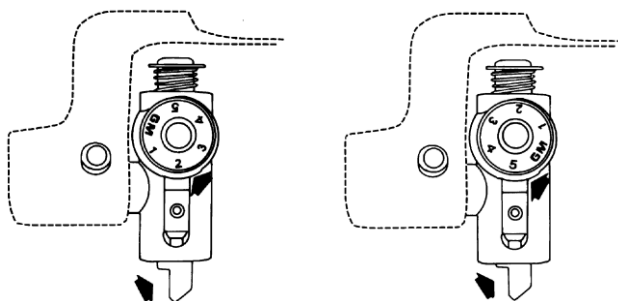

Рис. 14.2. Переключатель глубины выреза (С разрешения компании Ilco Unican Corp.)
В станке с дешифратором глубину задает переключатель глубины (рис. 14.2). Когда он повернут так, что центр цифры "4" находится напротив индексной отмет-
На переключателе глубины для ключей GM есть пять позиций, обозначенных цифрами (1, 2, 3, 4 и 5) и две буквы (GM) (см. рис. 14.2). Когда кнопка повернута таким образом, что обозначение "GM" оказывается напротив индексной метки, положение соответствует нейтральной установке. В этом положении конец направляющей ключа находится в той же самой плоскости, что и край фрезы, выставленной в фабричных условиях.